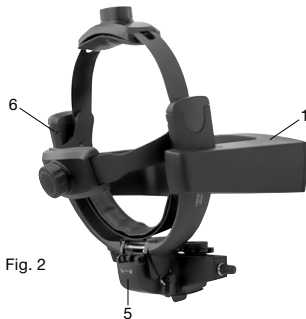

Fig. 2
For å lade sett inn det binokulærte indirekte oftalmoskopet OMEGA 600 (5) i Wall Charger CW1 (1) slik som vist i fig. 2. Kontaktindikatoren (2) på Wall Charger CW1 (1) angir kontakt med OMEGA 600 (5). Ladestatusindikatoren (6) befinner seg på batterirommet på OMEGA 600.